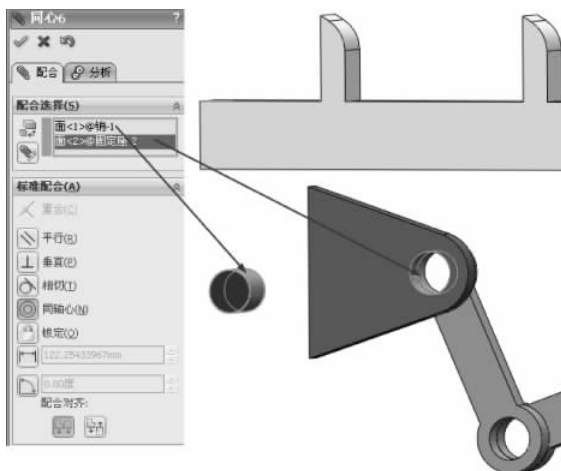

图 3-226 同轴心配合
(15) 单击【装配体】工具栏中的【配合】按钮,弹出【配合】的属性设置。选择【标准配合】选项组下的【同轴心】配合类型,在【要配合的实体】选择框中选择如图 3-226 所示的面,其他保持默认,单击【确定】按钮,完成同轴心配合。